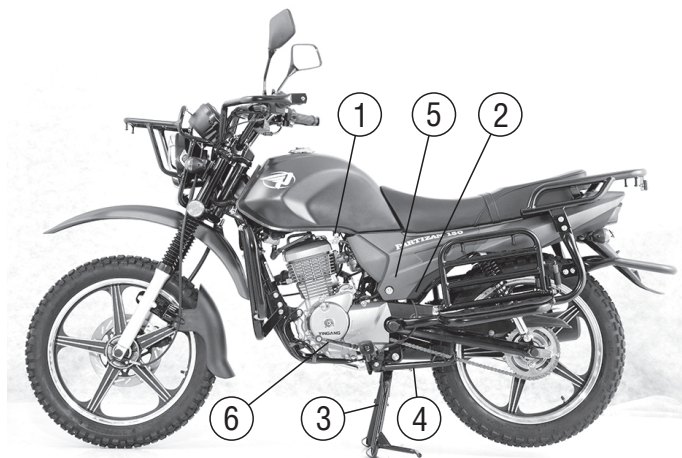

Рис.2. Вид слева
**Педаль переключения передач** (рис. 2, поз. 6) расположена слева от двигателя. В соответствии с международными стандартами нейтральное положение находится между первой и второй передачами. Включение первой передачи осуществляется нажатием на педаль носком ноги вниз. Включение второй, третьей, четвертой и пятой передач производится нажатием на педаль вверх. Переключение с высшей передачи на низшую осуществляется в противоположном направлении. Номер включенной передачи высвечивается соответствующим индикатором на панели приборов.
**Центральная подставка и боковой упор** (рис. 2, поз. 3, 4). Для того чтобы установить мотоцикл на центральную подставку, нажмите ногой на ее лапку и потяните мотоцикл левой рукой за руль на себя, одновременно правой рукой приподнимая заднюю часть мотоцикла за багажник.